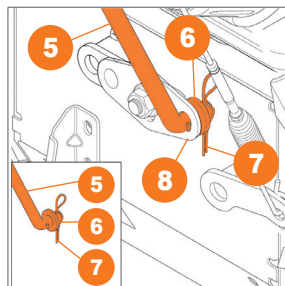

Рис. 7
- Присоедините штангу рычага выбора передач **5** к кронштейну привода **8** подметальной машины и зафиксируйте ее шплинтом **7** за шайбой **6** (Рис. 7).